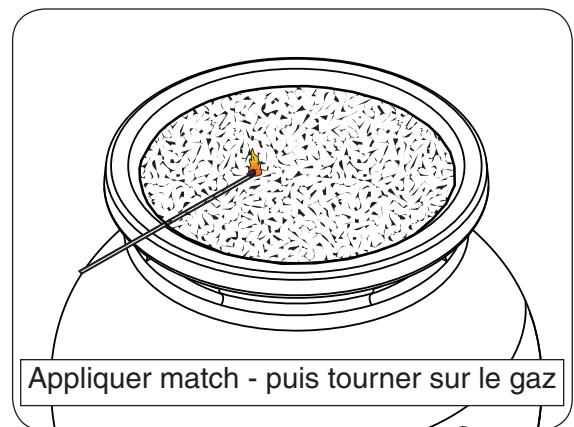

Fig. 22-1
3. Posez une lumineuse à longue tige match sur la surface du support de décoration à proximité de l'anneau brûleur (**ne tenez pas le match en main**) ou utiliser un briquet au butane allumée au long cou (Fig. 22-1).